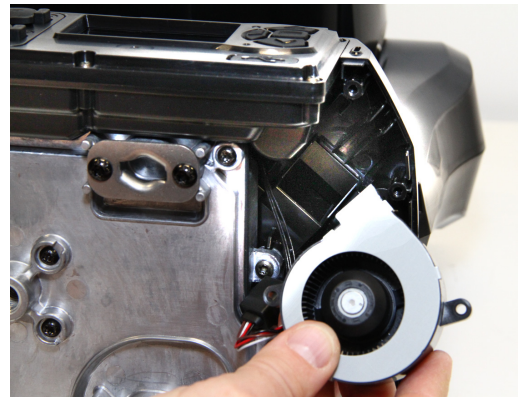

Bild 13: Entfernen des Lüfters
5. Siehe Bild 13. Neben dem Bedienfeld befindet sich ein Lüfter. Ziehen Sie den Lüfter aus dem Halter, um den Luftfilter besser zu erreichen. Merken Sie sich die Orientierung des Lüfters.